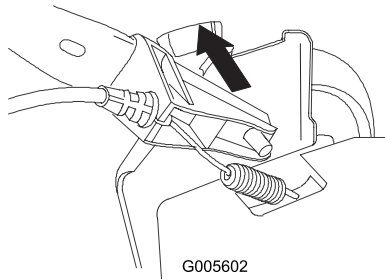

Figura 4
2. Instale el extremo izquierdo del manillar inferior junto con el anclaje del cable sobre el espárrago del soporte izquierdo del manillar (Figura 4).
Nota: Utilice el taladro superior del manillar (Figura 4).